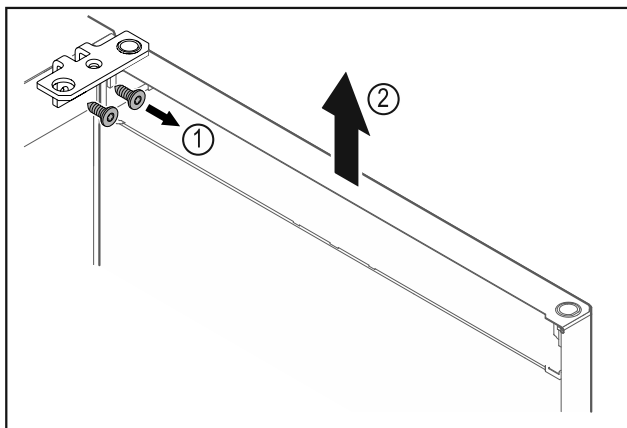

Fig. 9
- Svitare la cerniera angolare Fig. 9 (1).
- Sollevare la porta con la cerniera angolare Fig. 9 (2) di ca. 200 mm verso l'alto in senso orizzontale e rimuoverla.